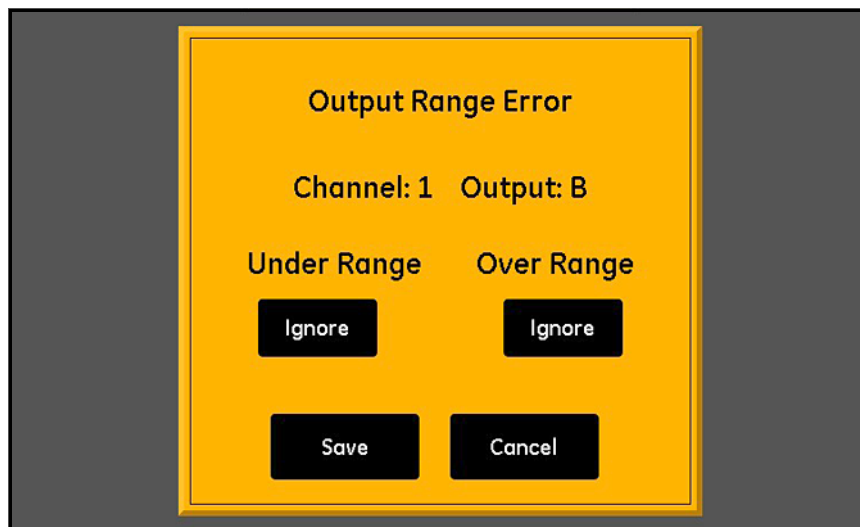

Figura 46: Schermata configurazione errore intervallo - Risposta di uscita
1. Toccare il **Canale (1-6)** e l'**Uscita (A o B)** desiderati, quindi toccare il pulsante **Errore interv.** per aprire una schermata simile a quella nella *Figura 46*.